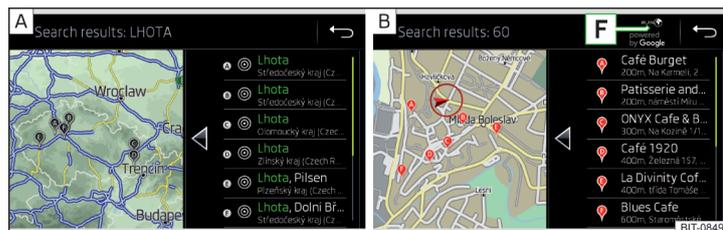

Abb. 222 Liste der aufgesuchten Ziele: in den Navigationsdaten / online
## Funktionsflächen » Abb. 221 und » Abb. 222
- In den Navigationsdaten aufgesuchte Ziele » Abb. 222 - **A**.
- Online aufgesuchte Ziele » Abb. 222 - **B**.